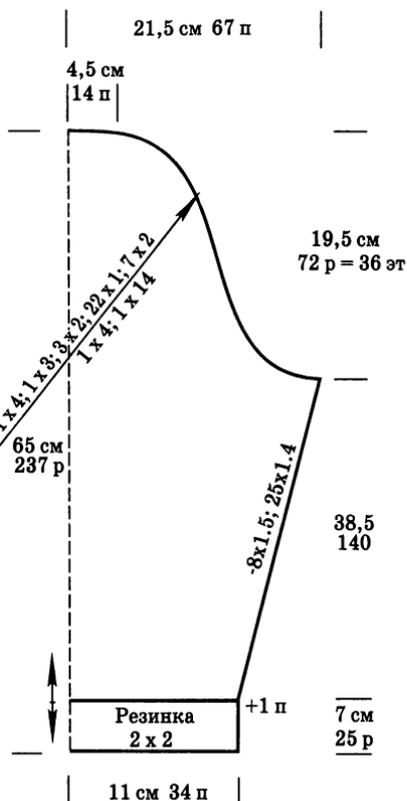

Рис. 55. Выкройка рукава
**Пример расчета и выполнения рукава** (рис. 55). Петельная проба: 3,11 петли x 3,64 ряда = 1 x 1 см.